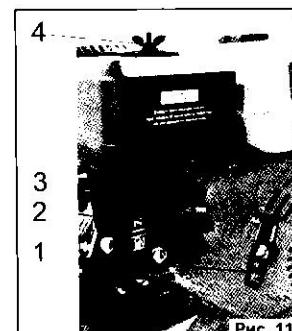

Рис. 11
- Установите рычаг управления воздушной заслонкой карбюратора (2)(См. Рис. 11), в полностью закрытое положение. Это ограничит подачу воздуха, и создаст более бензинообогащенную топливную смесь, что облегчит запуск холодного двигателя.
- Откройте топливный кран (2)(См. Рис. 11), переведите рычаг в положение «Открыто» (OPEN).
- При запуске холодного двигателя, установите рычаг привода воздушной заслонки (3)(См. Рис. 11), в положение «ЗАКРЫТО» (CLOSE). Это ограничит доступ воздуха в камеру сгорания, и создаст более бензинообогащенную топливную смесь, что значительно облегчит запуск холодного двигателя.
- Переведите кнопку выключателя зажигания двигателя в положение «ВКП» (ON).
- Перекройте топливный кран (2)(См. Рис. 11).